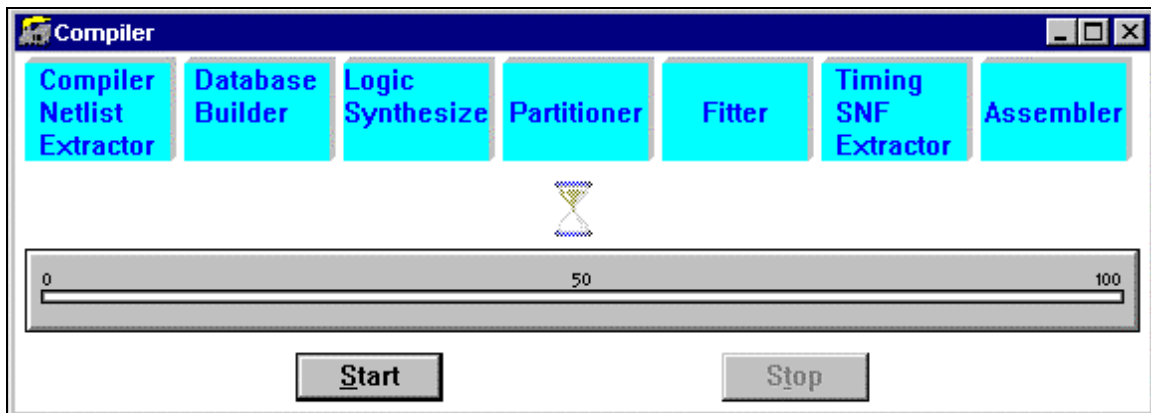

Figura 25
9.1.1 Escolha *Compiler* no menu *Max+Plus II* para que a janela do compilador seja gerada (veja figura 25).
9.8.1 Ative o ícone *Start*, que aparece na janela do compilador (figura 25).